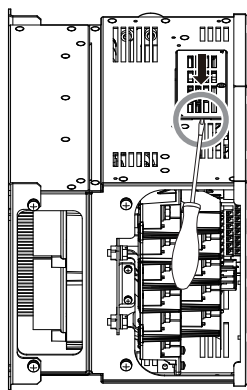

图 4.39 接口外罩的拆卸
3. 将一字螺丝刀插入图 4.39 中所示的凹处，向图 4.39 的箭头方向拉动接口外罩，将其从变频器上拆下。